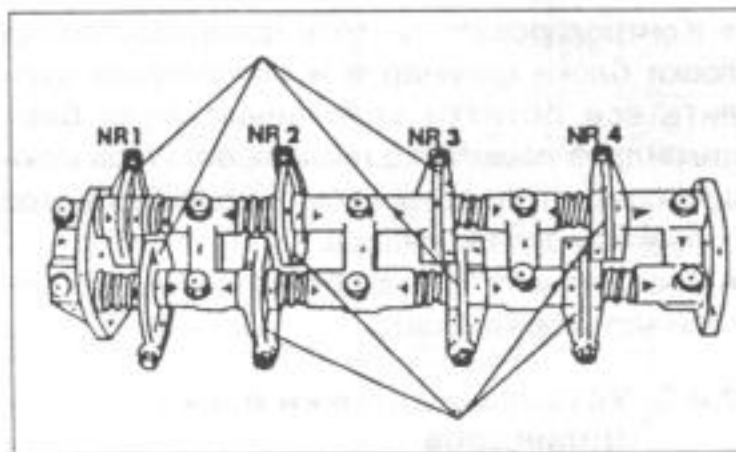

Рис. 61.
• В стандартном двигателе все детали оси коромысла хорошо смазать и собрать оси. Оси впускного (впереди) и выпускного клапанов (сзади) нельзя перепутать. Чтобы найти разницу, нужно посчитать отверстия для смазки. У оси впускного клапана отверстий в два раза больше, чем у выпускного. Нужно также следить, чтобы коромысла № 1 и № 3, а также № 2 и № 4, были одинаковыми, но должны быть установлены в первоначальные позиции, если применялись старые детали. Оси коромысел должны быть собраны в соответствии с рис. 61. Конец каждой оси закрепляется. Этот конец входит на противоположную сторону. Рисунок показывает, какие коромысла одинаковы.